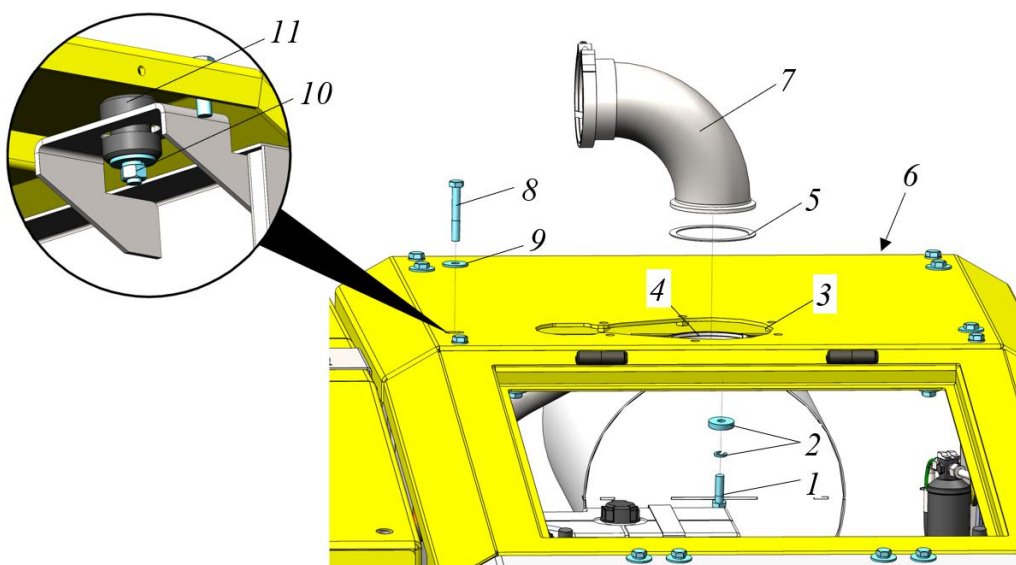

Рисунок 5.34. Демонтаж створки моторно-трансмиссионного отсека
- ▶ Через отверстие 3 в крышке моторно-трансмиссионного отсека и инспекционный люк, снять отвод 7 и прокладку 5, предварительно ослабив хомут 4, см. рис. 5.34.